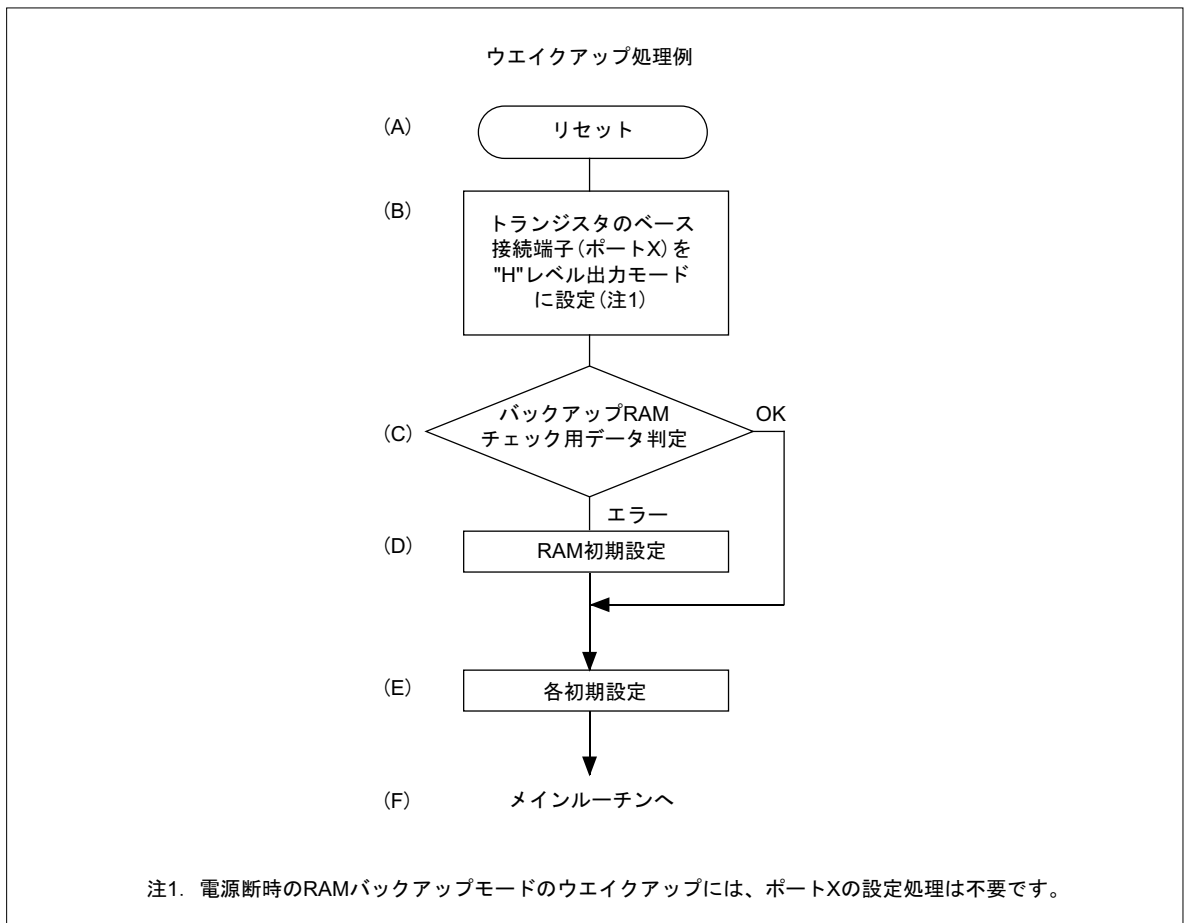

図17.4.1 ウエイクアップ処理
RAMバックアップモードを解除して通常動作に復帰するための処理を、ウエイクアップ処理と呼びます。図17.4.1にウエイクアップ処理例を示します。
- (1)リセット動作を実行(図17.4.1の(A))
- (2)ポートXを出力モードに設定し、"H"レベルを出力(図17.4.1の(B))〔注1〕
- (3)RAMバックアップモード時に作成した、チェック用データの内容を判定(図17.4.1の(C))
- (4)(3)の判定結果が一致しなかった場合、RAMの初期設定を実行(図17.4.1の(D))
- (3)の判定結果が一致した場合は、保持されていたデータをプログラム中で使用
- (5)各初期設定の実行(図17.4.1の(E))後、メインルーチンへ復帰(図17.4.1の(F))